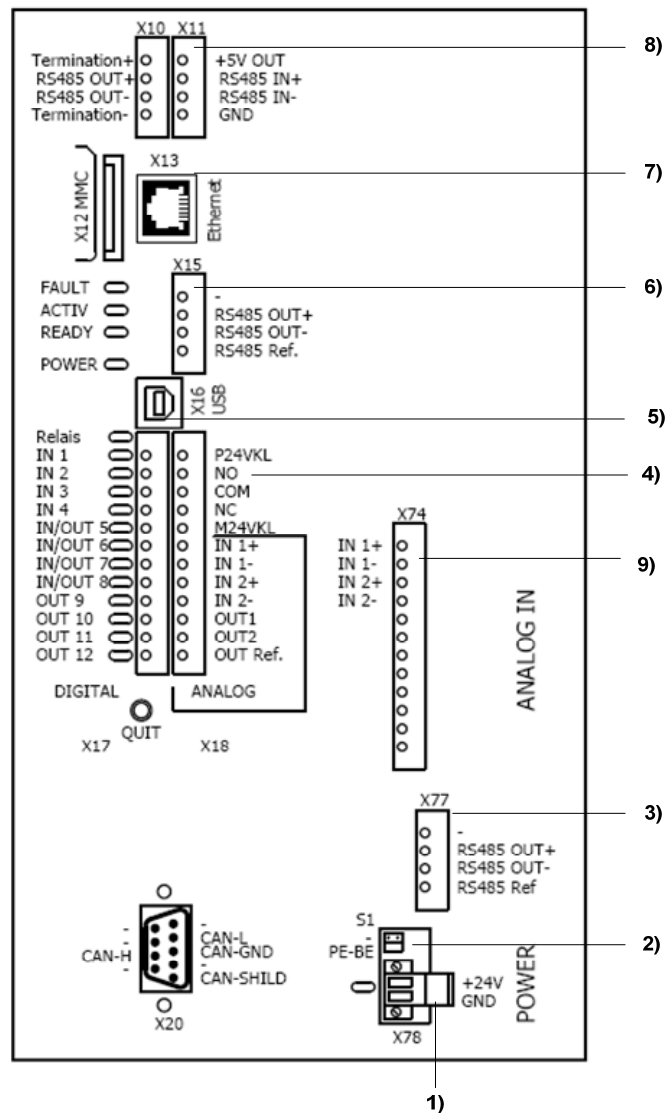

Bild: 4 Anordnung Stecker und Klemmleisten
- Die USB Service - Schnittstelle X16 lässt eine Konfiguration mit dem Softwaretool PMUvis bzw. durch den Service vor Ort zu (siehe Bild: 4).